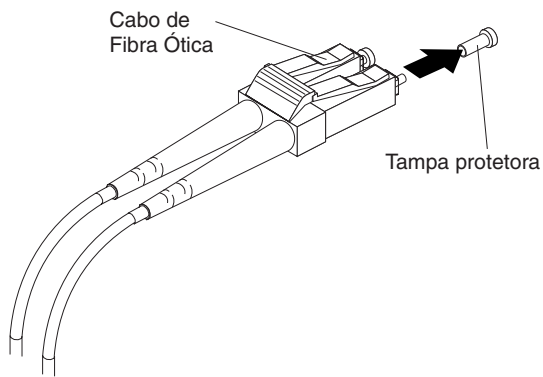

Figura 3-13. Removendo capas protetoras do cabo de fibra ótica
3. Remova as capas protetoras de uma extremidade do cabo LC-LC, conforme mostrado em Figura 3-13 na página 3-11. Guarde as tampas protetoras para uso futuro.